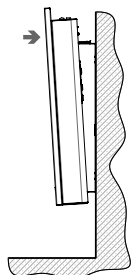

FIGURE 5
3. Poussez sur l'appareil de façon à bien l'enfoncer. (FIGURE 5)